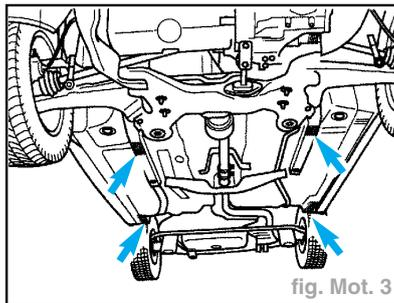

fig. Mot. 3
- les bras du pont ne doivent être placés que sous les longerons (fig. Mot. 3),